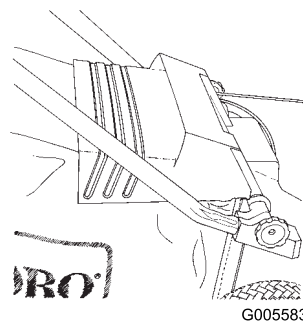

Bild 16
3. Lassen Sie die Auswurflappe gegen die Oberseite des Fangkorbes schließen (Bild 16).